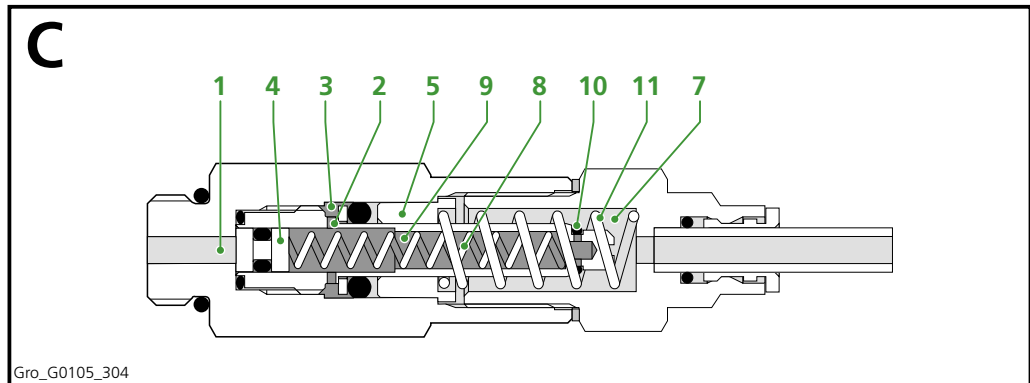

Abbildung 3.5 Phase C, Dosierer in Phase C
Stopt die Pumpe und der Fettdruck fällt ab, wird der Kolben (4) durch die Feder (8) zurückgedrückt und der Kanal (1) verschlossen (Abbildung 3.5). Der O-Ring (10) verhindert, dass das Fett aus der Kammer (7) zurückgesaugt wird. Der Kolben (5) wird durch die Feder (11) zurückgedrückt, sodass das Fett aus der Kammer (3), über Kanal (2), in die Kammer (9) gedrückt wird.